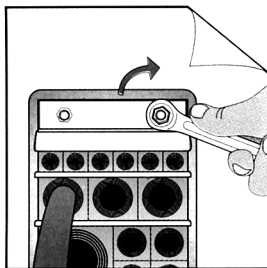
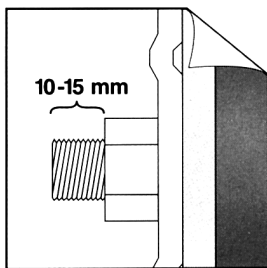

Рис.8
Рис.9
16. Затянуть гайки уплотнения на 3-4 оборота, чтобы выбрать имеющиеся зазоры и обеспечить герметичность в месте расположения прижима, (Рис.8, Рис.9).